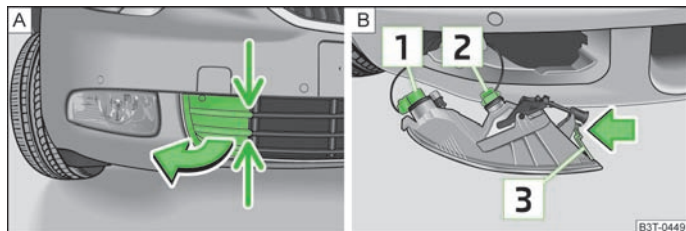

Fig. 191 Bara de protecție față: Capacul / farurile de ceață și luminile de deplasare ziua
- › Prindeți capacul în pozițiile marcate cu săgeți » fig. 191 - [A] și scoateți-l.
- › Introduceți mâna în deschizătura în care s-a aflat capacul și apăsați elementul de fixare [3] » fig. 191 - [B].